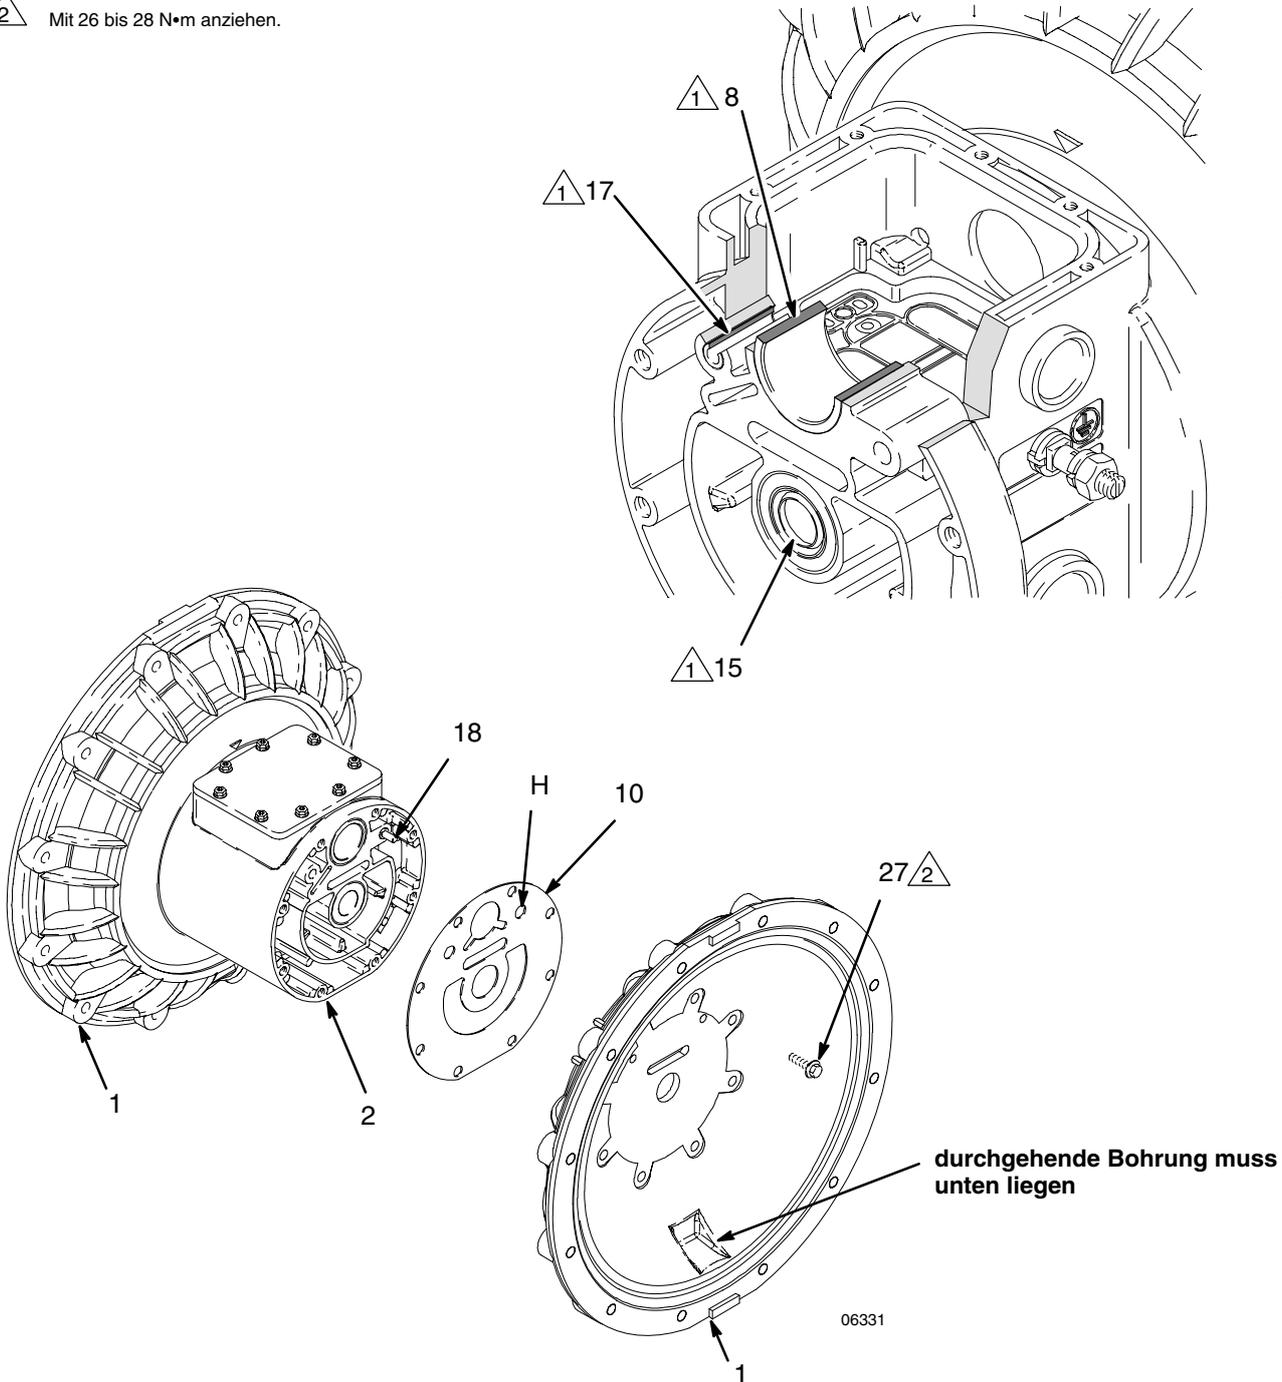

Abb. 9
Lager und Luftdichtung ausbauen und auswechseln (Siehe Abb. 9)
5. Mit einem 13-mm-Steckschlüssel die Schrauben (27) lösen, mit denen die Luftabdeckungen (1) am zentralen Gehäuse (2) befestigt sind. Siehe Abb. 9.
6. Die Dichtungen am Luftdeckel (10) entfernen. Die Dichtungen stets durch neue ersetzen.
7. Mit einem Lagerabzieher die Membranwellenlager (13), Kolbenstellerlager (8) und Führungsstiftlager (17) abziehen. Unbeschädigte Lager nicht ausbauen.